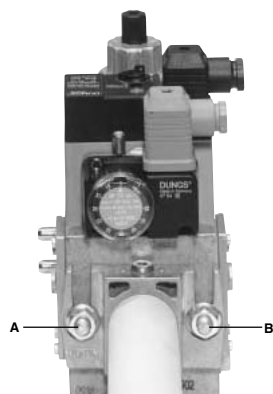
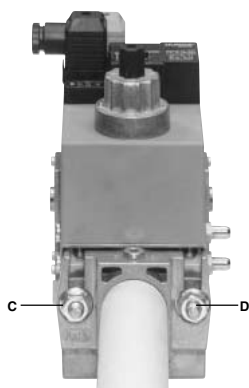
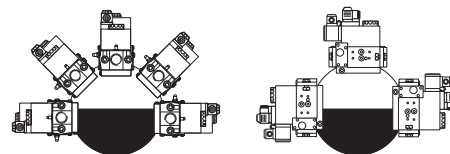

Рис. 26
Рис. 27
Рис. 29
3. Затянуть винты A, B, C и D (Рис. 26 - Рис. 27), (Рис. 29), соблюдая дистанции монтажа (Рис. 29);
1. Расслабить винты A и B, но **не снимать** их (Рис. 26 и Рис. 27)
2. Отвинтить винты C и D (Рис. 26 и Рис. 27)